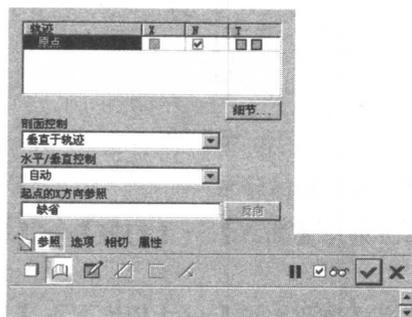

图 1-27
- ① 单击特征工具栏中的  按钮，打开可变剖面扫描特征操控板。
- ② 单击  按钮，以生成曲面特征。选择步骤 2 中建立的曲线为原始轨迹，其他选项接受系统默认设置，如图 1-27 所示。